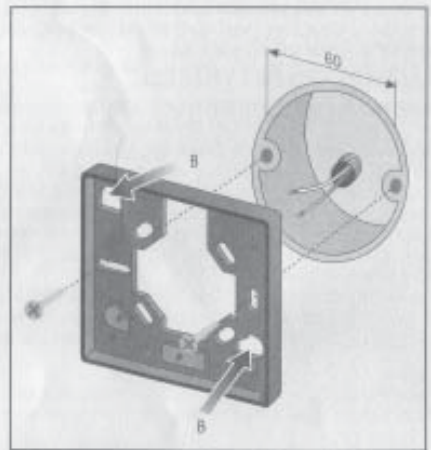

fig.7 - εικ. 7
A) En cas d'installation sur une boîte encastrée diamètre 60 mm, sur une surface qui n'est pas parfaitement plane ou pour d'autres cas particuliers, utiliser l'accessoire "socle adaptateur" (voir le paragraphe accessoire en option). La fixation du socle adaptateur sur le mur s'effectue à l'aide de 2 vis. Il est important de laisser libre les trous B-B, qui sont prévus pour la fixation du thermostat sur le socle adaptateur. (fig.7)